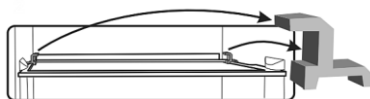

Fig. 3
9. Retirer tous les éléments rouges des tablettes intermédiaires (fig. 3), ils ne sont nécessaires que pour le transport.